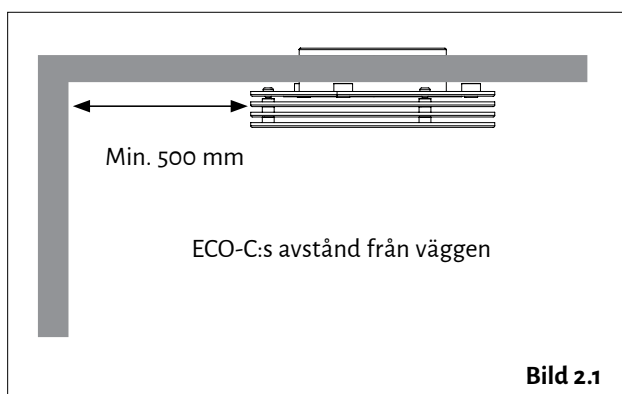

Bild 2.1
2. Anordningens minimiavstånd från väggen är 0,5 m (se bild 2.1). Anordningen ska monteras på minst 1,8 meters höjd. Barn får inte ha tillgång till anordningen.
3. Lösgör gallret (2) från stommen. Lösgör de tre fästsruvarna (3) och dra loss gallret från stommen (1).